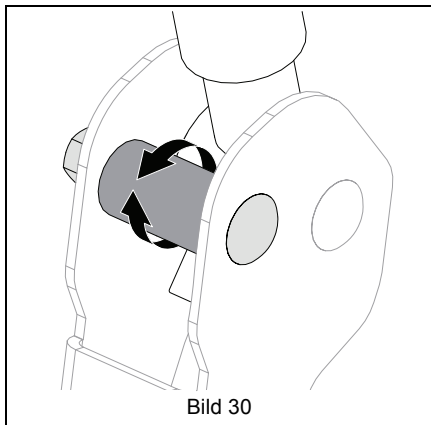

Bild 30
5. Vrid excenterdistansen så att spakarna är på samma höjd och har ett avstånd på 1.3 – 2.5 cm (1/2 – 1") mellan spakarnas ändar. Se Bild 30.